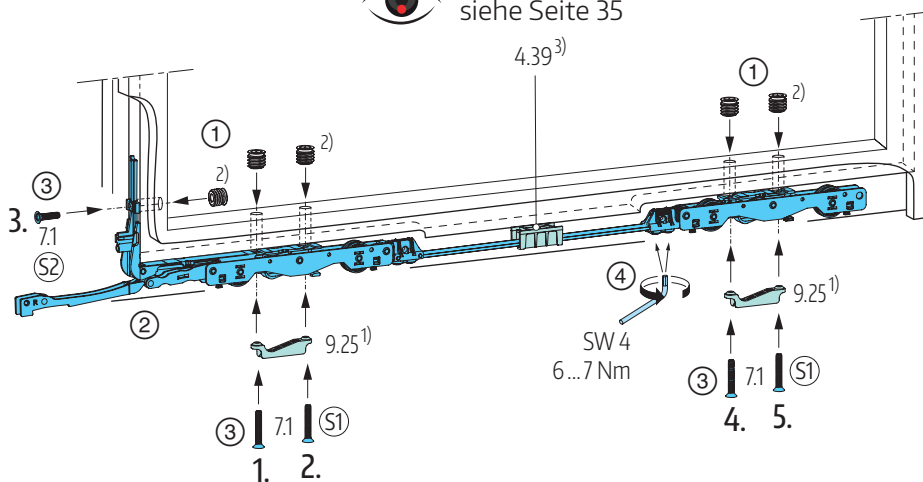

Abb. 11
## Einsetzen der Laufwageneinheit in den Schiebeflügel, Abb. 11
Bauseitige RAMPA Muffen vom Typ SKD D10-M5-L8 oder ähnlich, bündig in die Durchgangslöcher der Glasfalz einschrauben ① (siehe auch **Abb. 12**). Die gesamte Laufwageneinheit in die Beschlagaufnahme Nut des Schiebeflügels einsetzen ② und mit Schrauben 7.1 (S1, S2 siehe Tabelle) in den RAMPA Gewindemuffen mit 4,5 ... 6 Nm verschrauben ③. **Beachten Sie hierbei unbedingt die Schraubreihenfolge**, welche Sie nach den Nummerierungen gemäß der **Abb. 11** durchführen.